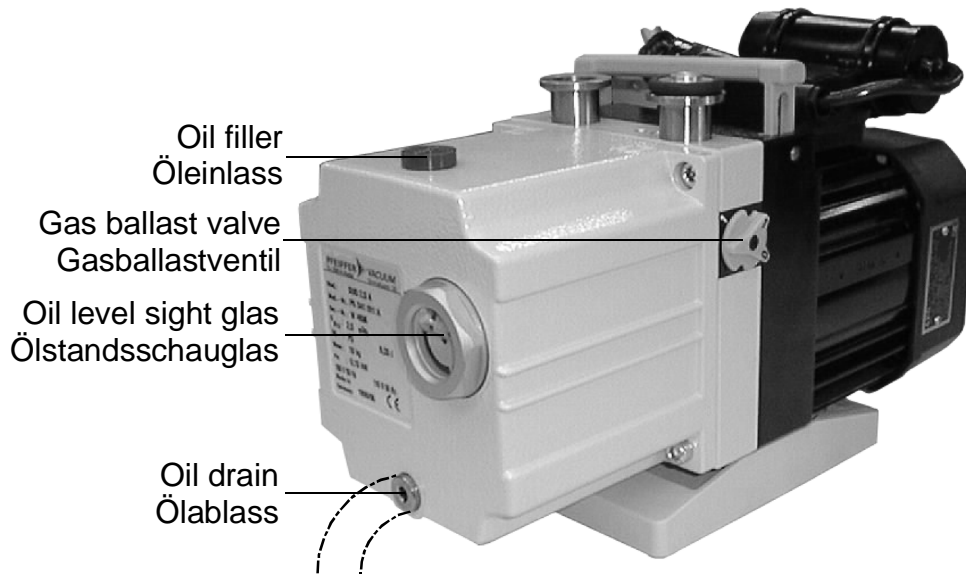

Fig. 6 UNO 005A
a) HLT 260: UNO 005A (→ Fig. 6)